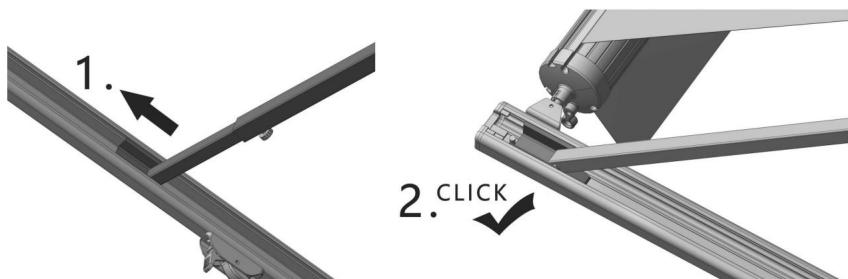

Figura D5
4.1.4 Empuje la varilla interior a lo largo de la varilla de soporte, deslícuela y engáncela en la hebilla ubicada en la cabeza del brazo de soporte (Figura D5), luego apriete la perilla de bloqueo negra para fijar la varilla interior.